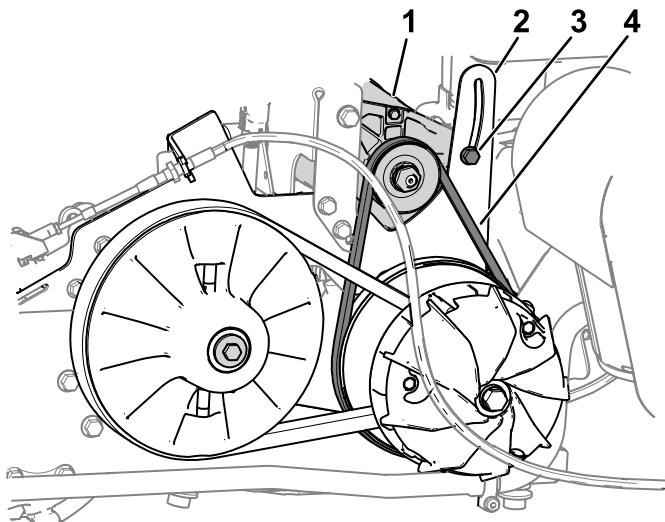

Figure 57
1. Desserrez l'écrou de pivot du démarreur-alternateur (Figure 57).
3. Appuyez sur le levier pour faire pivoter l'alterno-démarreur vers le bas dans la fente sur le support de pivot (Figure 57) jusqu'à ce que la tension de la courroie produise une flèche de seulement 6 mm quand une force de 44 N·m est appliquée.